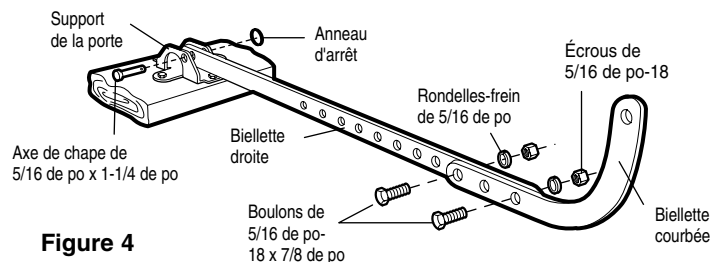

Figure 4
1. Assemblage des biellettes, Figure 4: